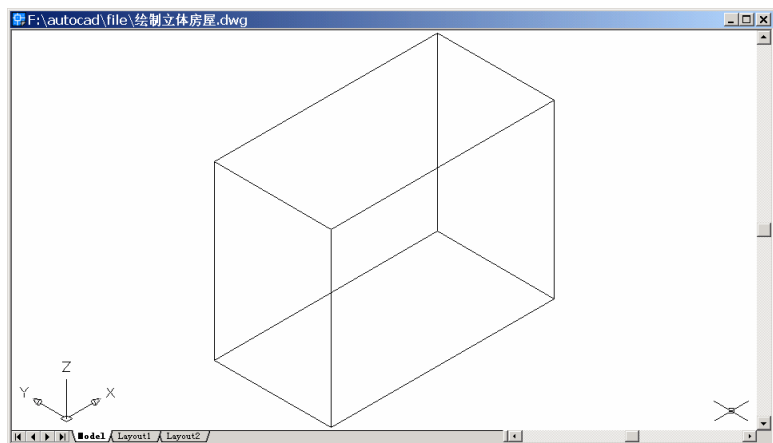

图 22.3 变换视图
(2) 用 VIEW 命令变换视图为 Southwest Isometric (西南视图), 结果如图 22.3 所示。